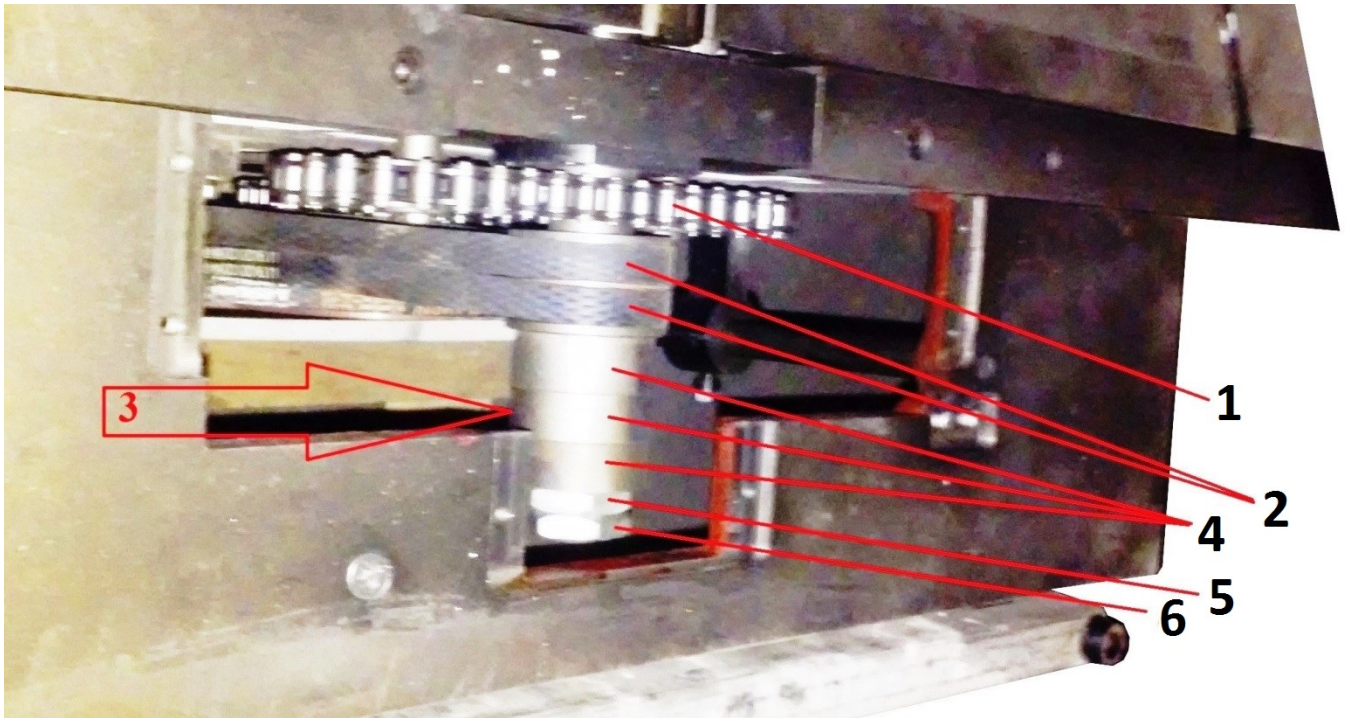

Рис. 1.7 Принципиальное устройство станка:
- открутите контргайку (поз. 6 рис. 1.7) и гайку (поз. 5 рис. 1.7) крепления режущего инструмента;
- для установки пильного диска снимите две регулирующие втулки (поз. 4 рис. 1.7);
- установите снятые регулирующие втулки (поз. 4 рис. 1.7);
- для установки фрез снимите необходимое количество регулирующих втулок (поз. 4 рис. 1.7);
- установите необходимое количество снятых регулирующих втулок (поз. 4 рис. 1.7);
- закрутите гайку крепления (поз. 5 рис. 1.7);
- закрутите контргайку (поз. 6 рис. 1.7);